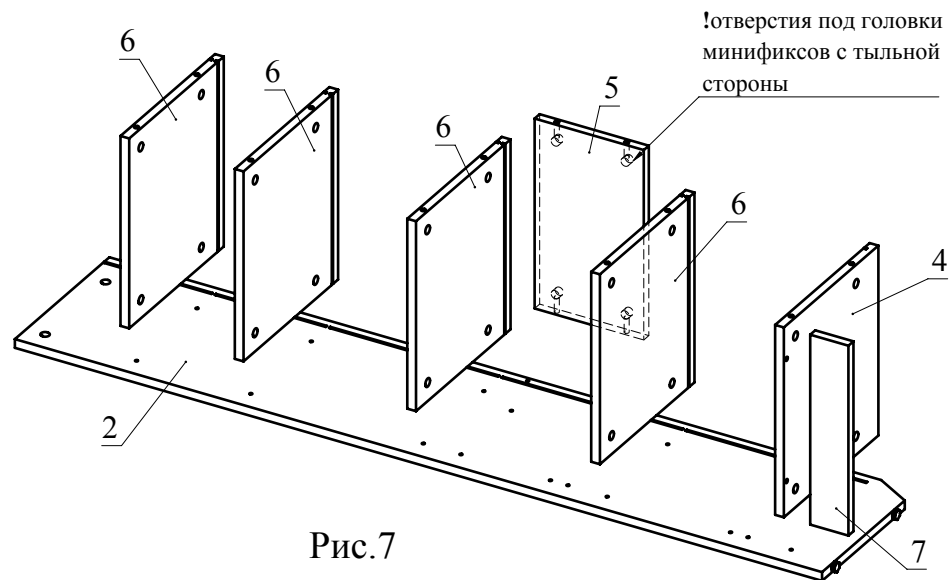

Рис.7
6. Соедините при помощи конфирматов детали 4 и 7 (Рис. 7).
7. Соберите сборку согласно схемы (Рис. 7), затянув головки минификсов.